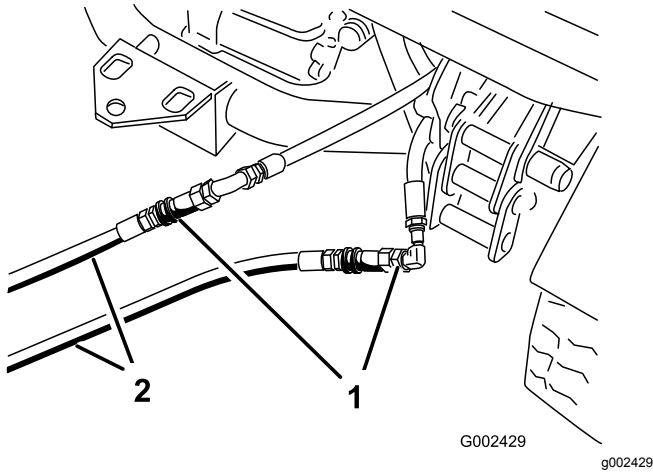

図 84
3. 故障しているワークマンのカップラホースに、救援用ホース 2 本を接続する 図 84。